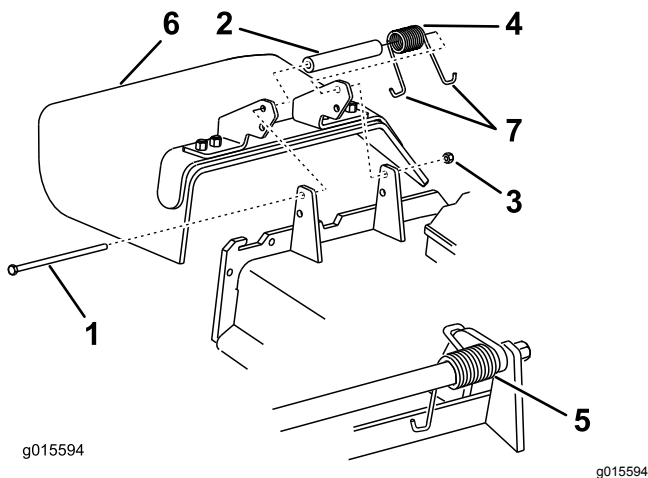

Figura 85
1. Retire la contratuerca, el perno, el muelle y el espaciador que sujetan el deflector a los soportes de pivote (Figura 85).
Nota: Asegúrese de colocar un extremo con gancho en J del muelle detrás del reborde de la carcasa antes de instalar el perno, según se muestra en Figura 85.
6. Coloque 1 extremo en J del muelle alrededor del deflector de hierba (Figura 85).